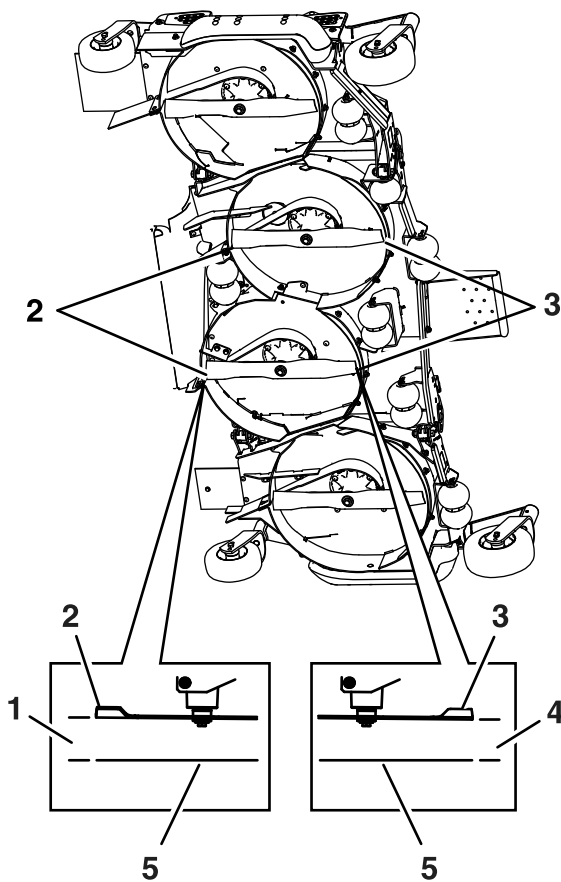

Figura 78
10. Mida desde la superficie nivelada hasta la punta delantera de las cuchillas derecha e izquierda de la carcasa central (Figura 78).